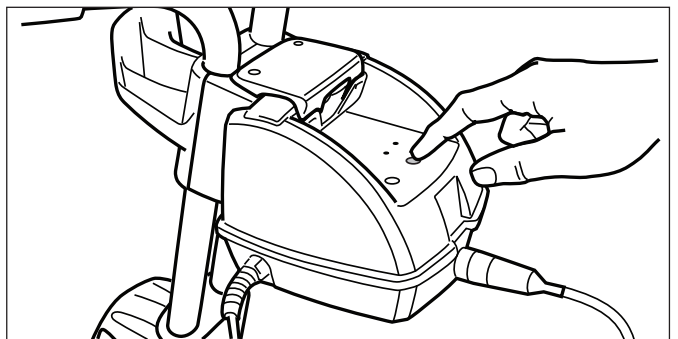

Figura 17. Apagando el limpiafondos
5. Si desea detener el limpiafondos durante un ciclo de limpieza, pulse el botón de encendido. Vea la Figura 17.